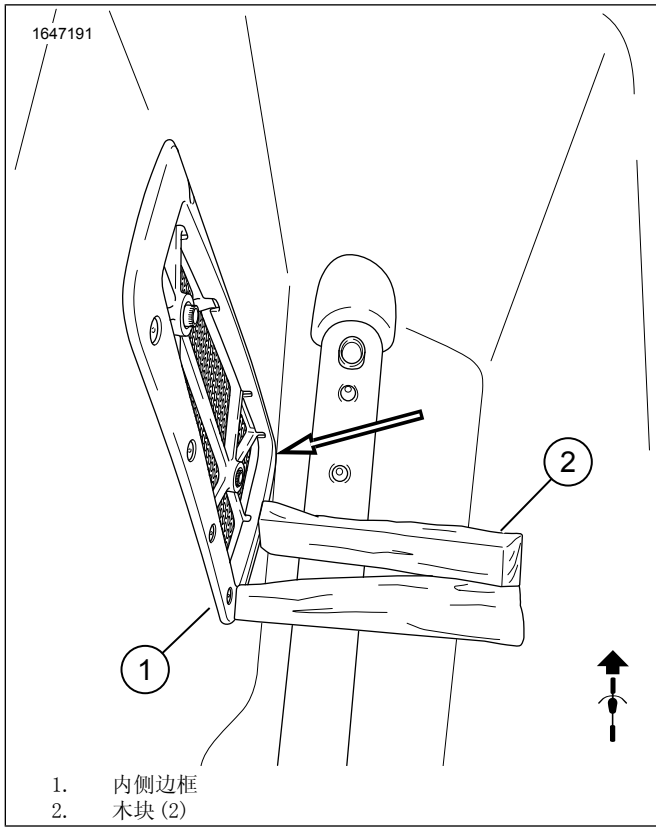

图14。木楔
- 9. 参见图14。为了最大限度地提高密封性能，在内边框(1)上使用木楔。保持24小时的时间。